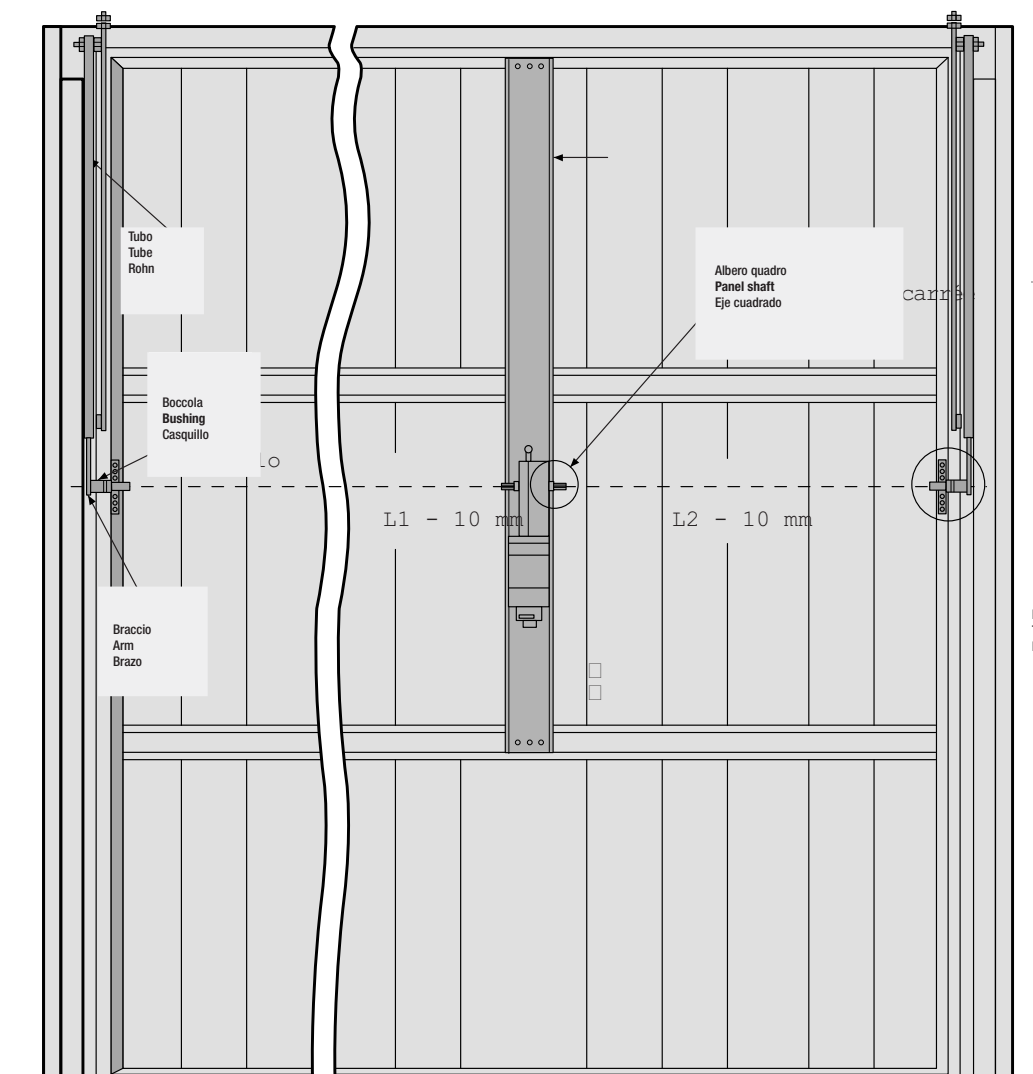

Fig. 6
- Inserire gli alberi quadri al motore lasciandoli sporgere di 35 mm e bloccarli con i grani di fissaggio posti sull'albero motore (fig. 6). Lubrificare le boccole e inserirle nei rinvii. Tagliare il tubo di trasmissione 10 mm più corto delle distanze L1 ed L2 (distanza tra il profilo della boccola e il profilo dell'albero motore). Lubrificare e inserire il braccio nel tubo e collegare quest'ultimo alla boccola e al rinvio come da fig. 7.
- Fit the square transmission shafts to the motor so that they protrude by 35 mm. Anchor the transmission shafts by tightening the screws on the motor drive shaft (see fig. 6).
- Introduzca los árboles cuadrados en el motor dejando que sobresalgan 35 mm y bloquéelos con los tornillos de fijación colocados en el árbol motor (fig.6).